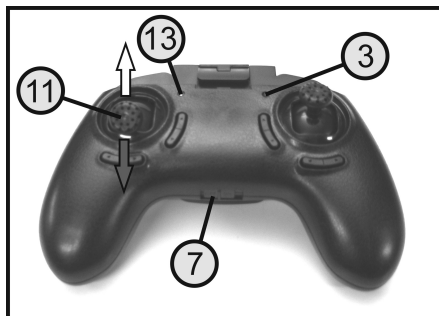

Figure 3
Si l'alimentation électrique n'est plus suffisante pour le bon fonctionnement de l'émetteur, l'affichage LED rouge (voir Figure 3, pos. 3) commence à clignoter lentement et la télécommande émet des signaux d'alarme à intervalle de 2 secondes.